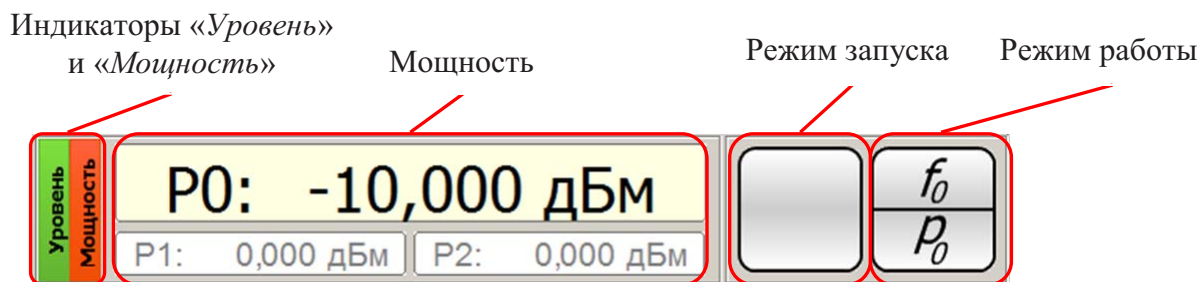

Рисунок 6.18 – Параметры мощности и режим работы
В параметрах мощности (рисунок 6.18) отображается:
1) в режиме «Фиксированная частота и мощность» и «Сканирование по частоте» отображается $P0$ – значение текущей мощности, поля $P1$ и $P2$ затенены (рисунок 6.18);
1) не отображается в режиме «Фиксированная частота и мощность» (рисунок 6.18);